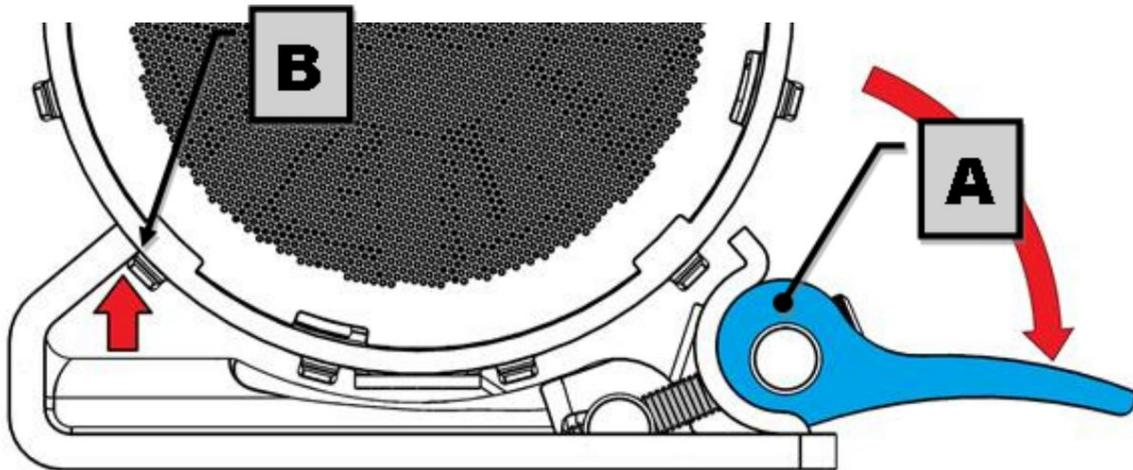

Figure 2. Compresseur assis dans une pince à came déverrouillée
Ouvrez la pince à came (A), puis placez le compresseur dans la pince dans la position de rotation souhaitée avec le bord rigide du support de montage contre l'une des nervures du compresseur (B) comme indiqué sur la figure 2.